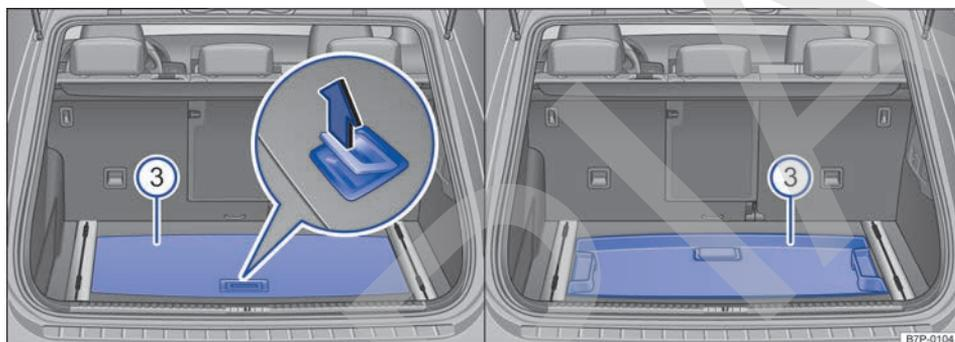

Fig. 133 En el maletero sin rueda de repuesto igual a las montadas: darle la vuelta al piso de carga reversible.
- Tire del asidero → **fig. 133** (imagen ampliada izquierda) del piso reversible **③** en el sentido de la flecha y levante el piso.
- Retire el piso reversible **③**.
- Tire del piso **③** por el asidero, dele la vuelta y colóquelo sobre la cavidad → **fig. 133** (imagen de la derecha).